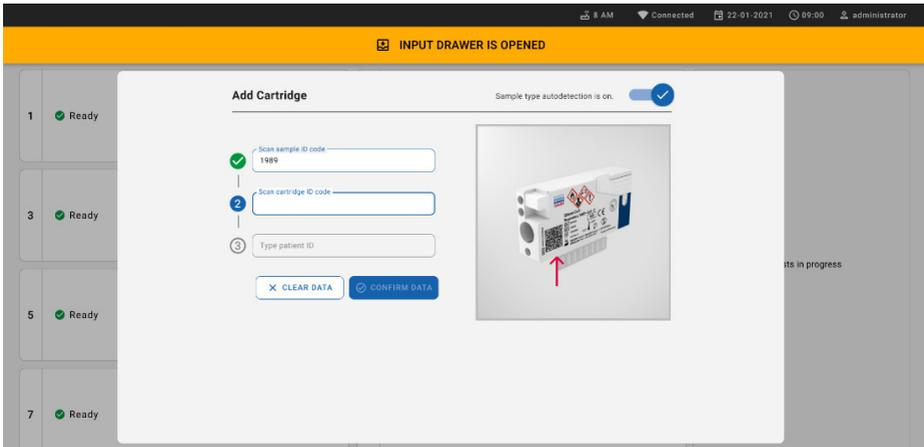

Figura 57. Pantalla Scan sample ID (Escaneo del ID del cartucho).
- Tras introducir el código de barras de ID de muestra, escanee el código de barras del QIAstat-Dx Respiratory SARS-CoV-2 Panel Cartridge que se debe utilizar (la posición se indica con la flecha). El QIAstat-Dx Rise reconoce de forma automática el ensayo que se va a ejecutar, en función del código de barras del QIAstat-Dx Respiratory SARS-CoV-2 Panel Cartridge (figura 57).